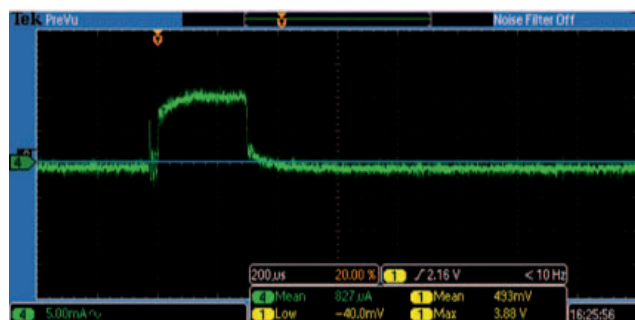
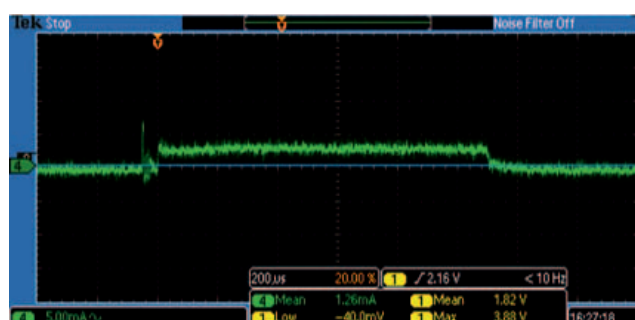

Fig. 5 – Andamento del consumo di corrente durante l’elaborazione di una routine a 48 MHz
Fig. 6 – Andamento del consumo di corrente durante l’elaborazione di una routine a 12 MHz
**Fig. 5 – La piattaforma Open.Sen.se permette di inventarsi una rete IoT domestica configurando le funzionalità dei sensori Motion Cookies e la gestione in tempo reale da parte della Mother centrale**
**Fig. 6 – Zenodys consente di progettare graficamente le reti IoT/IoE trascinando e incollando dei moduli che vengono automaticamente configurati su diversi livelli di complessità**
Nelle figure 5 e 6 sono visualizzati gli andamenti della potenza in funzione del tempo relativi a una routine elaborata a due differenti frequenze: 48 MHz (Fig. 5) e 12 MHz (Fig. 6). La routine elaborata a 48 MHz richiede circa 300  $\mu$ s per il suo completamento e durante questo periodo la corrente di picco è di 10 mA. Nel caso della medesima routine elaborata a 12 MHz, il tempo richiesto è di 1,1 ms e la corrente di picco è di soli 4 mA. La corrente media consumata durante il processo è maggiore nel caso dell'elaborazione a 12 MHz ma in questo caso i requisiti in termini di corrente di picco sono meno severi. In funzione della capacità del sistema EHS, l'utente può scegliere un set up a una frequenza di 48 MHz per completare il processo in tempi più brevi, un set up a una frequenza di 12 MHz che come si è visto richiede tempi più lunghi o un mix tra le due frequenze, dove le frequenze di clock sono commutate tra un processo e l'altro.